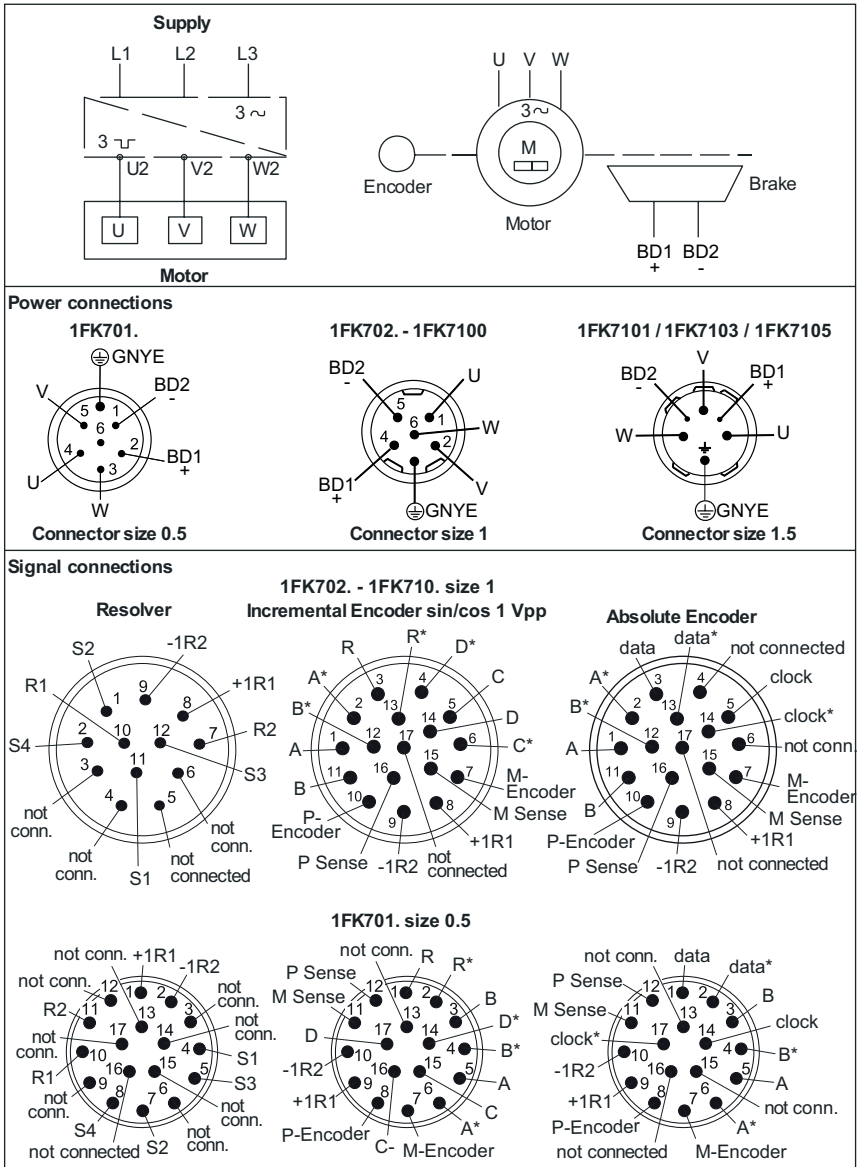

Fig. 5 Conexiones y asignación de pines de los conectores
- Observe los datos de la placa de características (sección 3.1) y las indicaciones de los esquemas de conexiones (Fig. 5).
2. Realizar la asignación de conectores según Fig. 5. Conectar el conductor de protección.
3. Conectar el freno mediante los conectores de potencia según Fig. 5. Debe respetarse la polaridad.
2. Realizar la asignación de conectores según Fig. 5.
Para ello, aplicar 24 V DC $\pm 10\%$ a los pins +BD1, -BD2 (Fig. 5) y dar marcha libre al rotor (sin ruidos de rozamiento).